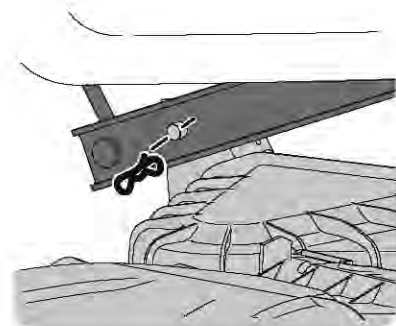

Figura 43
- Mirando hacia la plataforma desde el lado izquierdo del tractor, ubique el pasador de chaveta en el lado posterior izquierdo de la plataforma. Consulte la Figura 43.
- Retire el pasador y saque el pasador de la plataforma del brazo de elevación de la misma. Consulte la Figura 43.